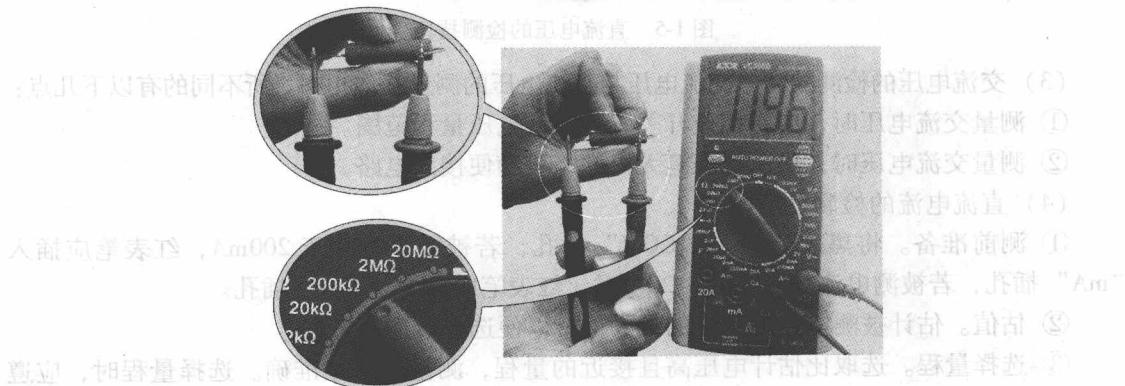

图 1-4 电阻的检测技巧
④ 测量。测量方法如图 1-4 所示，将黑、红表笔分别接在被测电阻两端（不分极性），此时显示屏上即可显示被测电阻的阻值，如档位为 $200k\Omega$ ，此时显示屏显示 119.6，表明被测电阻阻值为 $119.6k\Omega$ 。注意：若显示屏显示“1”，表明断路（即电阻为无穷大）；若显示屏显示“0.00”，表明短路（即电阻为零）。